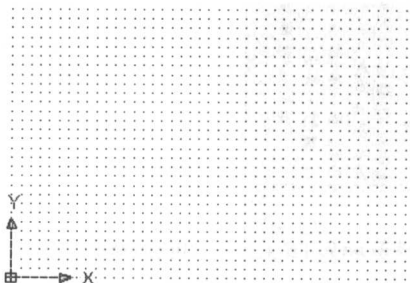

图 1.1.2 使用栅格
- 01** 单击命令行窗口下的【栅格】按钮，使用栅格铺垫绘图窗口，以便增强图形效果，效果如图 1.1.2 所示。